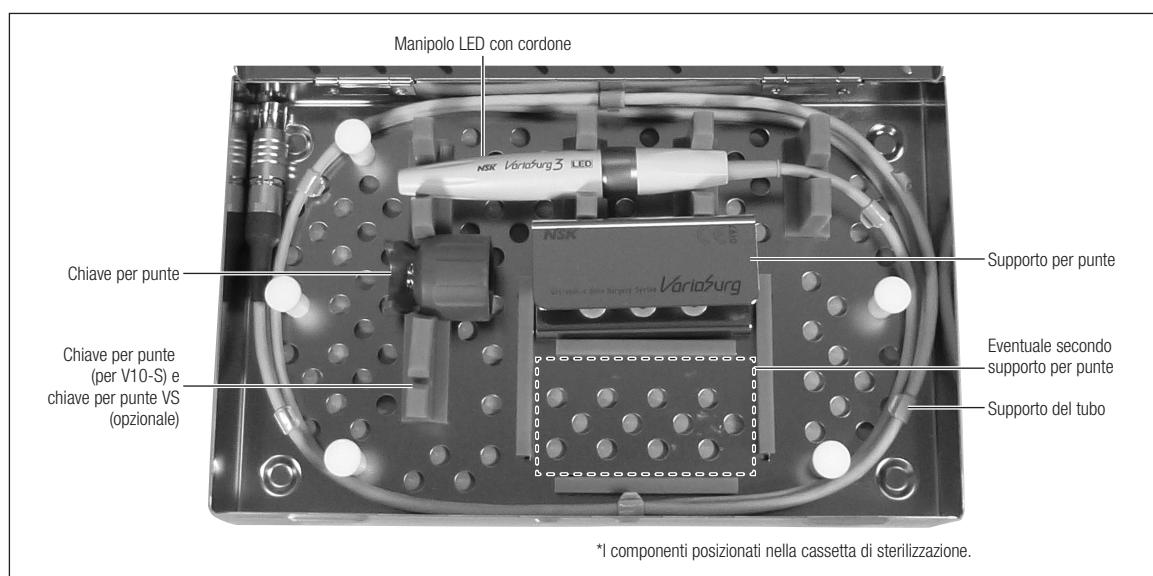

Fig. 23
- 1) Posizionare il manipolo con cordone e chiave della punta nella cassetta di sterilizzazione. (Fig. 23)